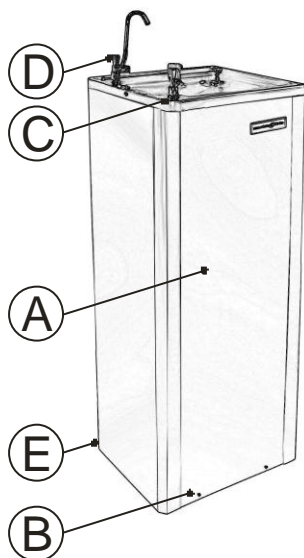

Figura 1
- Necessitando substituir o filtro super flow, primeiro feche o registro de água. A seguir retire a porta frontal do aparelho, retirando os parafusos (figura 1, item B). Solte o parafuso atrás do filtro super flow, desenrosque o parafuso, e puxe a mangueira do evaporador e, em seguida, desencaixe o filtro super flow. Após a troca, abra o registro de água e verifique se não há vazamentos. A seguir, recoloque a porta frontal do aparelho e aperte os devidos parafusos.